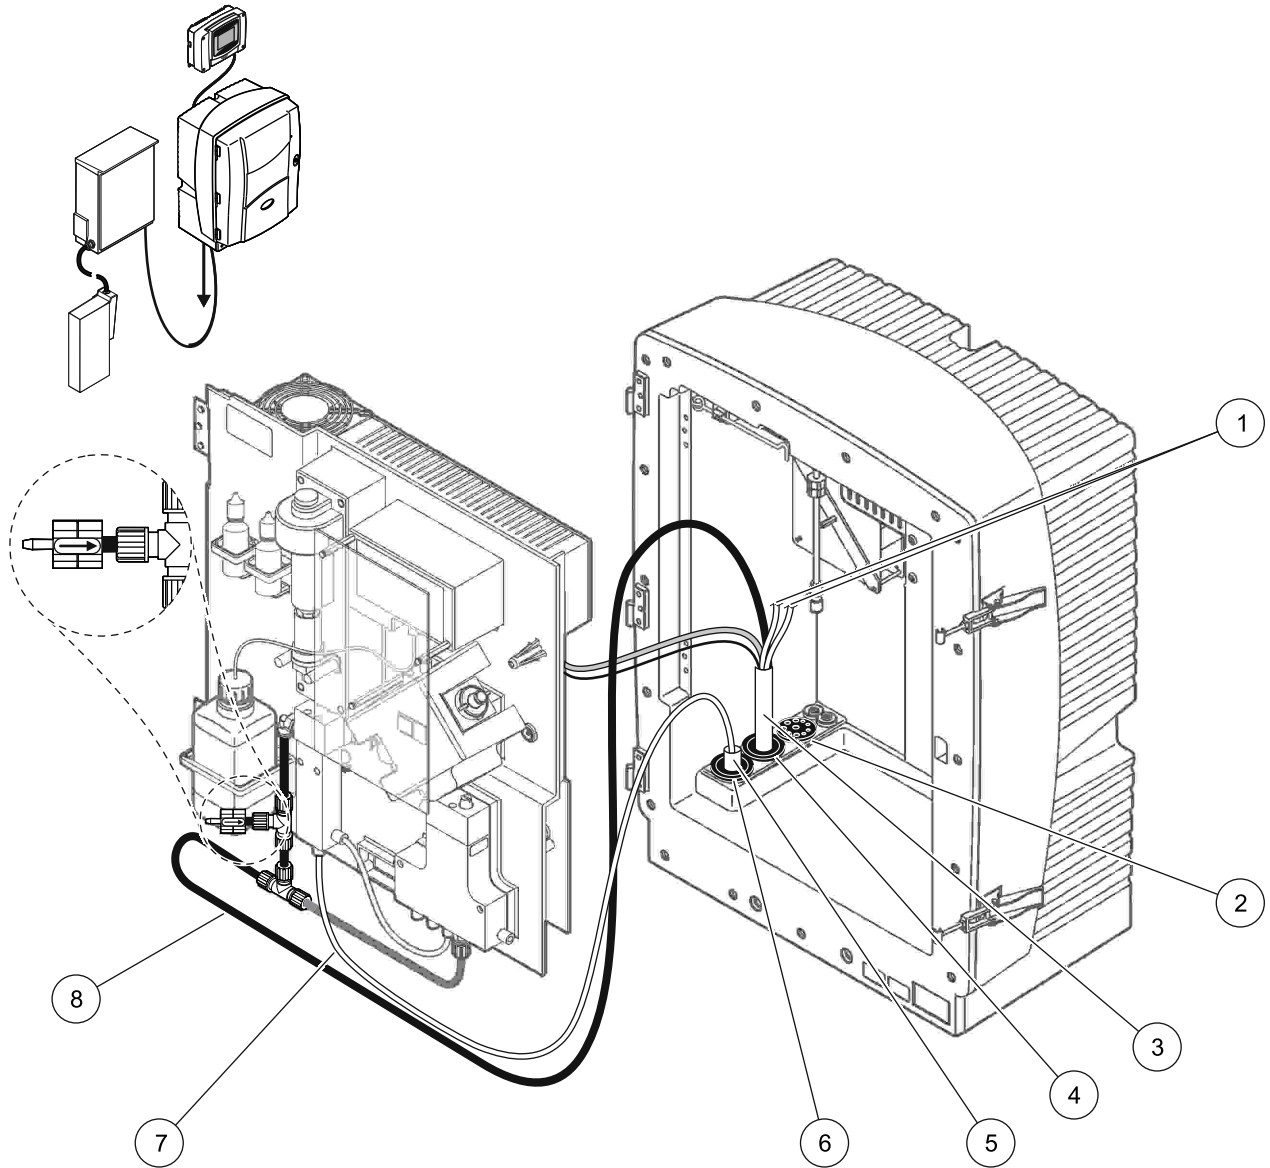

Figura 31 Configuração da Opção 3
Consulte Figura 31 na página 89 e as instruções a seguir, relativas à Opção 3:
2. Passe a mangueira aquecida do FILTRAX pela abertura do analisador (Figura 31 na página 89, item 5). Use o Plugue de vedação No. 1 para prendê-la.
3. Passe a mangueira do dreno aquecido pela abertura do analisador (item 3). Use o Plugue de vedação No. 1 para prendê-la.